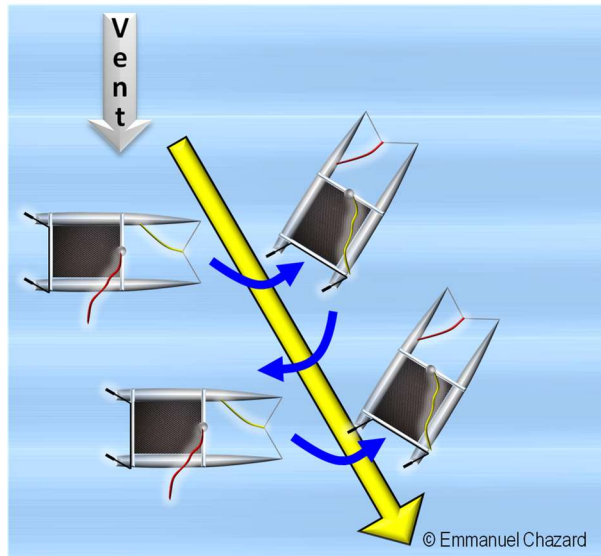

Figure 33. Mouvements d'oscillations d'un catamaran arrêté à la cape
Sur la Figure 33, nous avons représenté en bleu les trajectoires d'oscillation, en jaune la trajectoire globale. Les voiles ont été colorées ainsi : en rouge pour la voile qui est prédominante dans la courbe qui s'apprête à être décrite, en jaune pour l'autre.
- l'**amure** : un catamaran arrêté bâbord amure (comme en Figure 33) dérive vers la droite par rapport au vent, mais c'est l'inverse pour un catamaran arrêté tribord amure